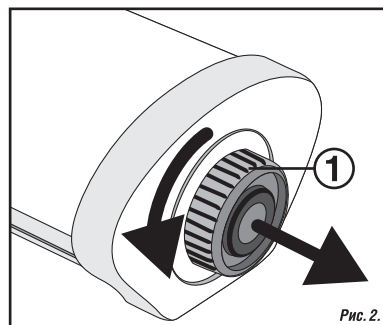

Рис. 2.
- Поверните зажимную гайку гермоввода (1) против часовой стрелки и выдвиньте боковую часть (2) с клеммной колодкой. *Рис. 2.*